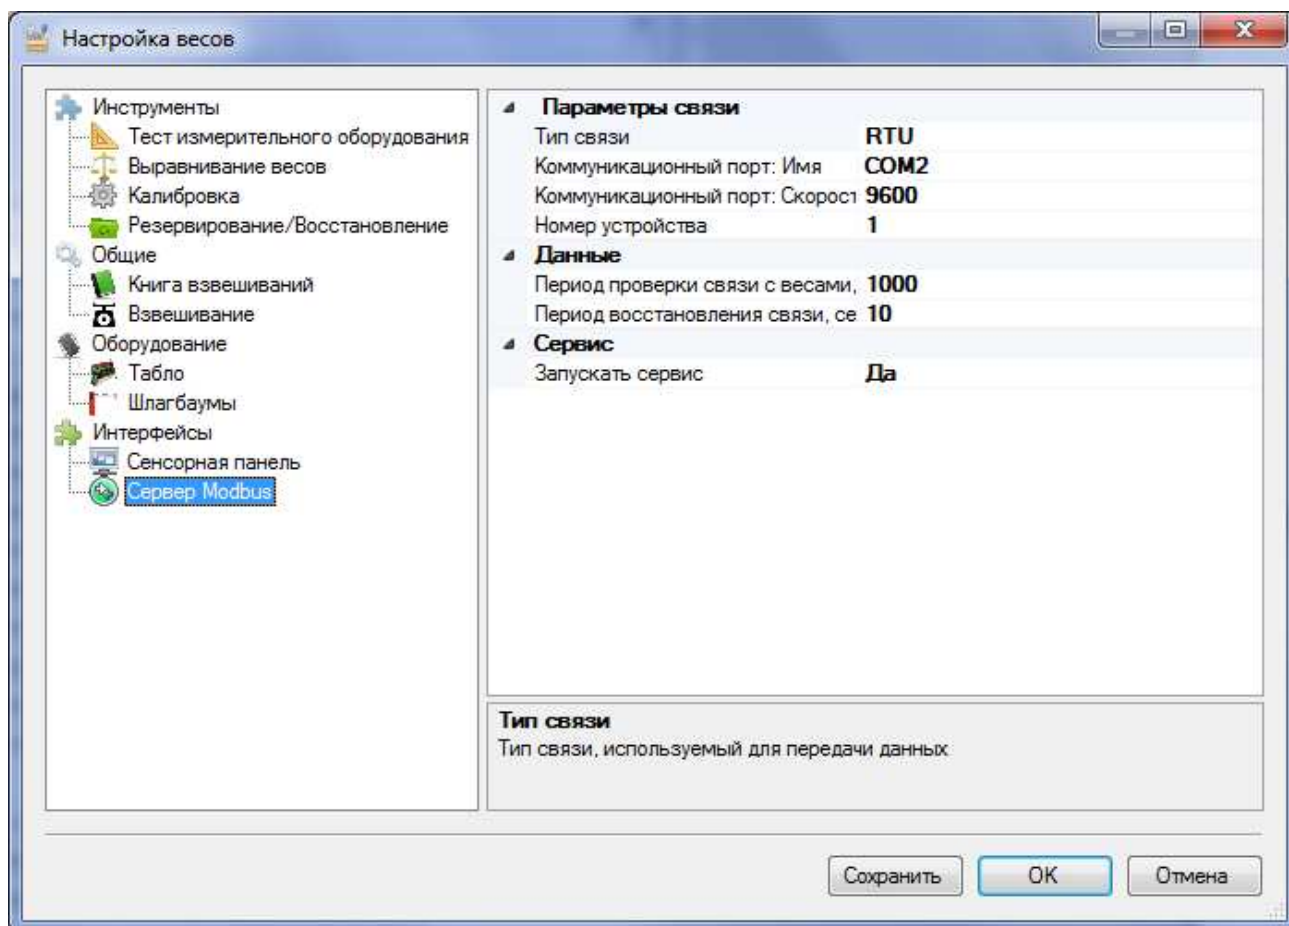

Рисунок 98 - Окно настройки сервера Modbus для типа связи RTU
Для настройки сервера Modbus нужно запустить утилиту «Настройка» и выбрать пункт «Сервер Modbus» (см. Рисунок 98).
- 2) Для типа связи RTU доступны настройки (см. Рисунок 98):
Для настройки Веб сервиса нужно запустить утилиту «Настройка» и выбрать пункт «Веб сервис» (см. Рисунок 98).